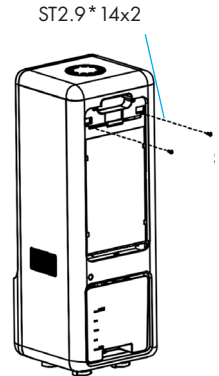

Imagen 3
- Desenrosque los 2 tornillos ST2.9*14 (ver imagen 3).